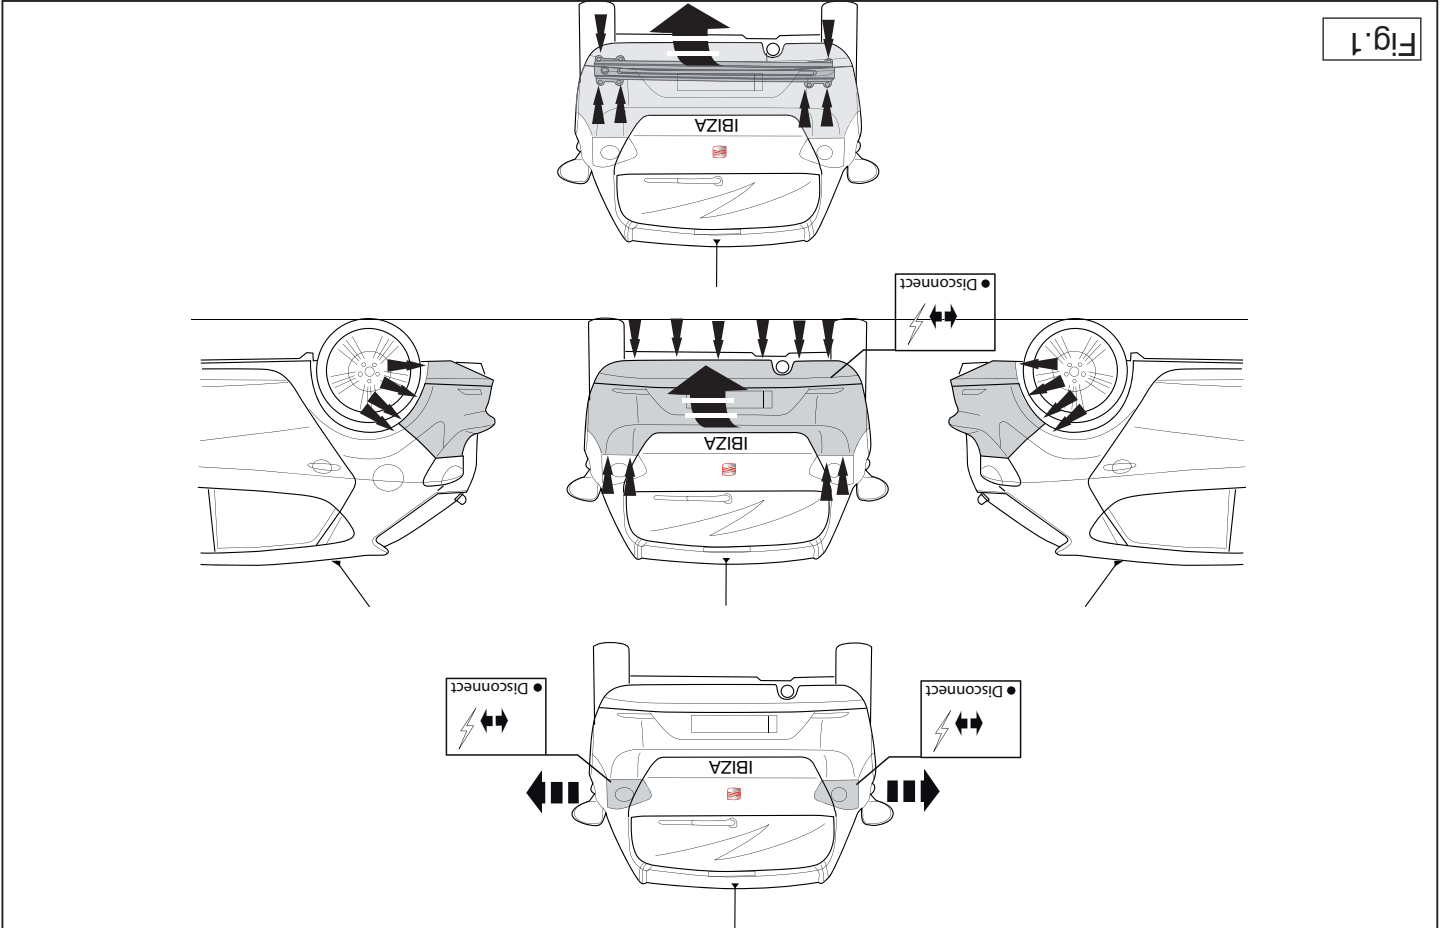

Fig.1
1. Demonteer de bumper inclusief de stalen stootbalk van het voertuig, de stootbalk wordt niet meer gebruikt. Herplaats de moeren (zie fig. 1).
2. Remove the bumper and the steel buffer beam from the vehicle. The buffer beam will no longer be needed. Replace the nuts (see fig. 1).
2. Die Stoßstange einschließlich des stählernen Stoßbalkens vom Fahrzeug abmontieren. Der Stoßbalken wird nicht mehr benötigt. Die Muttern montieren (siehe Fig. 1).
2. Demontera stötfångaren inklusive stötranden av stål från fordonet, stötranden för faller. Sätt tillbaka skruvar (se fig. 1).
2. Déposer le pare-chocs du véhicule y compris la traverse en acier la traverse ne sera plus utilisée. Remettre les boulons de fixations en place (voir la fig. 1).
2. Demonter kofangeren, inklusive køretøjets stålstødbjælke. Denne bliver overflødig. Sæt bolte på plads igen (jævnfør fig. 1).
2. Desmontar el parachoques inclusive el tope de acero del vehículo, el tope no se vuelve a utilizar. Volver a colocar tornillos (véase la fig. 1).
2. Smontare il paraurti e la barra dacciato dal veicolo la barra in acciaio non dovrà più essere montata. Rimontare bulloni (vedi fig. 1).
2. Снять бампер вместе со стальными буферными брусьями буферных брусьев (см. рисунок 1).